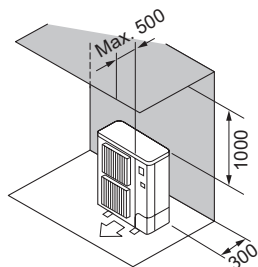

Fig. 2-4
② Obstacles à l'arrière et au-dessus (Fig. 2-4)